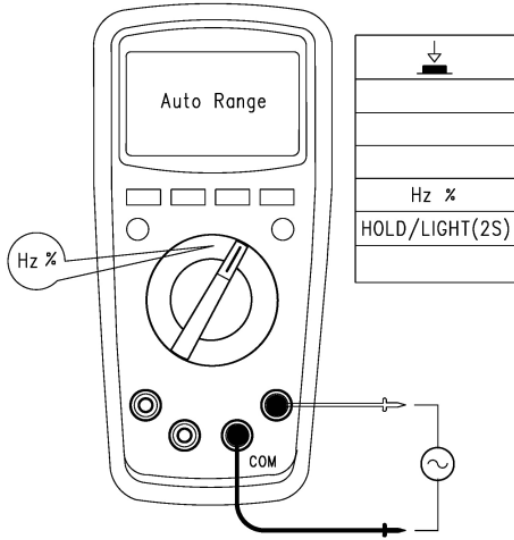

Рисунок 8
9.6. Измерение частоты (доступно только в моделях UT139B/C) (см. рисунок 8)